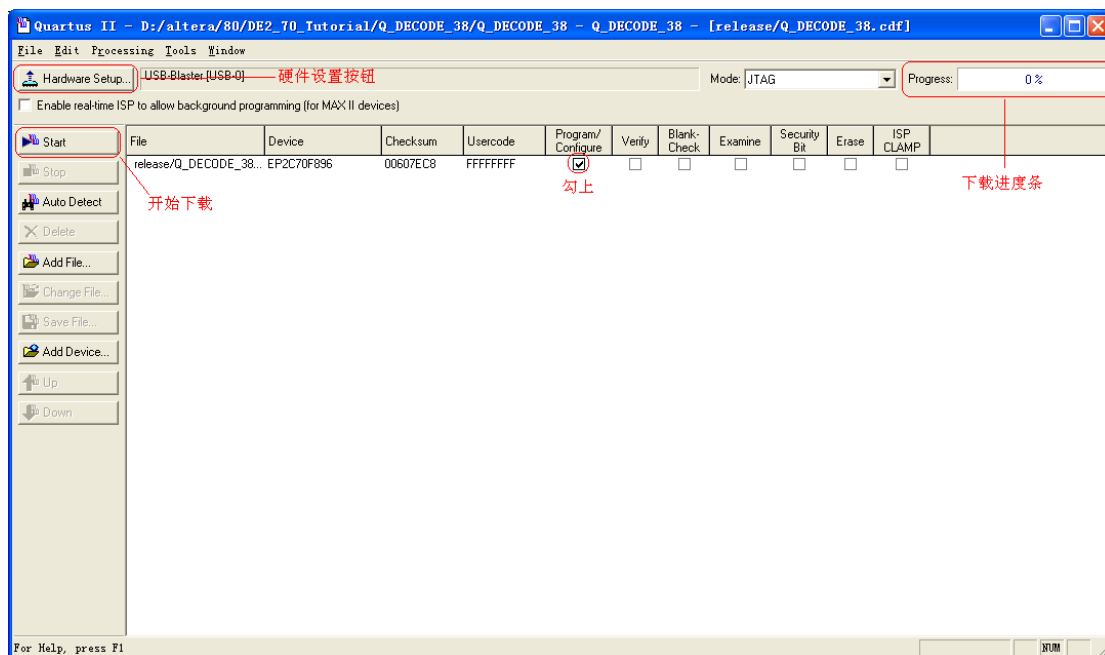

图 2-23 程序下载界面
18. 之后的输出画面如图 2-23 所示。
再在图 2-23 点击 **Start** 按钮，开始下载程序。